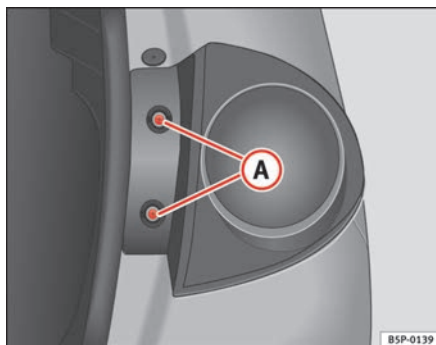

Fig. 190 Luz de población/freno
- Extraiga los tornillos ⇒ fig. 190 (A)